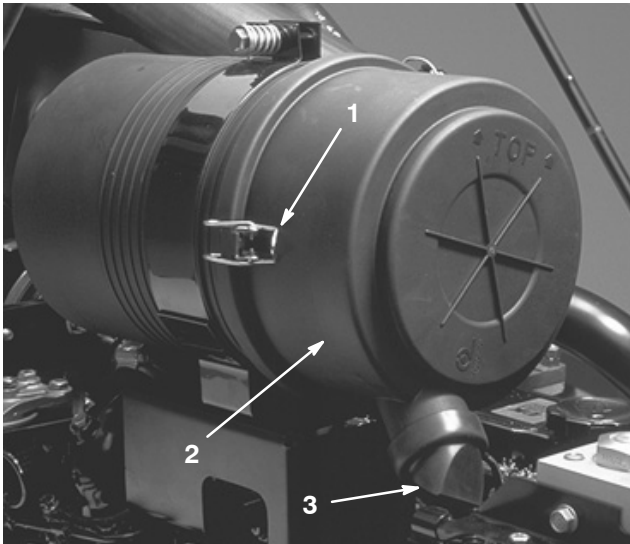

Bild 45
1. Lösen Sie die Laschen, mit denen die Luftfilterabdeckung am Luftfilterkörper befestigt ist (Bild 45).
2. Schrauben Sie die Abdeckung vom Luftfilterkörper (Bild 45). Bevor Sie den Filter entfernen, sollten Sie mit geringer Druckluft (276 kPa [40 psi], sauber und trocken) große Ablagerungen entfernen, die sich zwischen der Außenseite des Filters und dem Kanister befinden. Verwenden Sie keine starke Druckluft, da Schmutz durch den Filter in den Einlass gedrückt werden könnte. Dieses Reinigen verhindert, dass Schmutz in den Einlass gelangt, wenn Sie den Filter abnehmen.
4. Reinigen Sie den Schmutzauslassanschluss, der sich in der abnehmbaren Abdeckung befindet. Nehmen Sie das Gummiauslassventil von der Abdeckung ab (Bild 45), reinigen Sie den Bereich und setzen Sie das Auslassventil wieder ein.